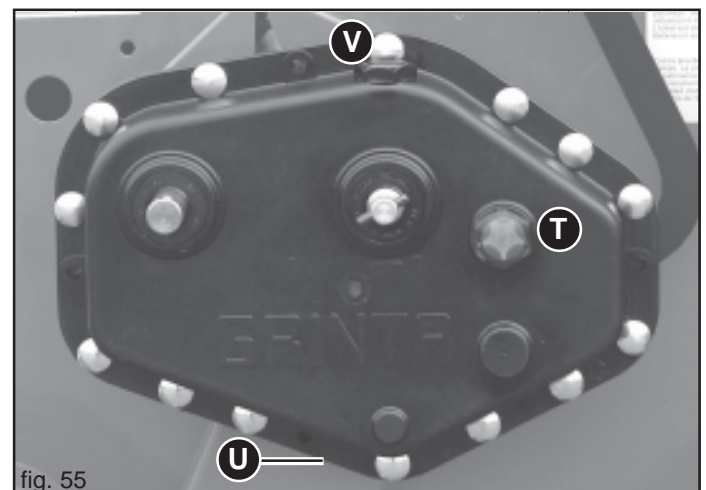

fig. 55
- Verificare il livello di olio nella scatola cambio, eventualmente ripristinarlo fino al livello (T, Fig. 55). Nell'eseguire il ripristino, è consigliabile usare lo stesso tipo di olio (ACER 22).
- tappo scarico olio (U, Fig. 55);
- tappo carico olio (V, Fig. 55).